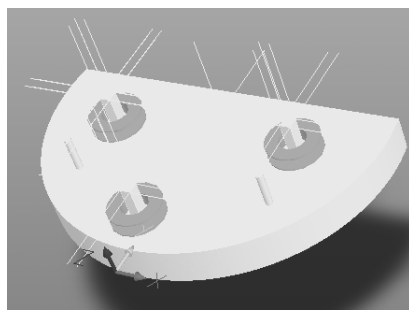

图 11-68 显示焊盘水平位置
3) 在键盘中输入“3”，切换到三维窗口，显示三维模型中焊盘水平移动位置，如图 11-68 所示。